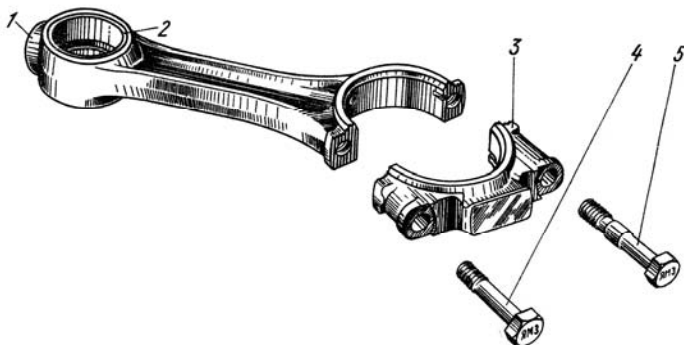

Рис. 10. Шатун двигателей ЯМЗ-238БЕ,Б, ЯМЗ-238ДЕ,Д:
**Шатун** (рис. 10) – стальной, двутаврового сечения, с косым разъемом нижней головки.